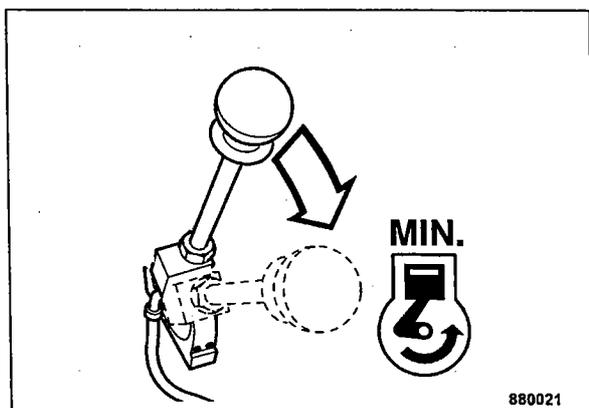

Fig. 36
- Colocar la palanca reguladora de revoluciones (Fig. 36) en posición MIN, marcha en vacío.